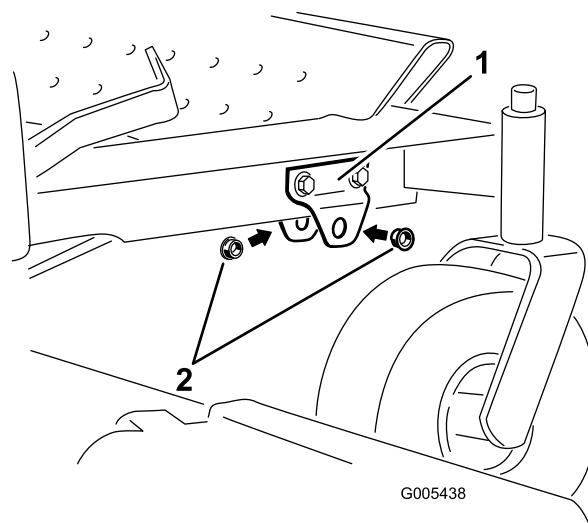

Figura 6
- Instale un casquillo bridado en cada taladro del soporte según se muestra en Figura 6. La brida del casquillo debe quedar en la parte exterior de cada soporte.
6. Apriete los herrajes que sujetan el conjunto del soporte (Figura 6).